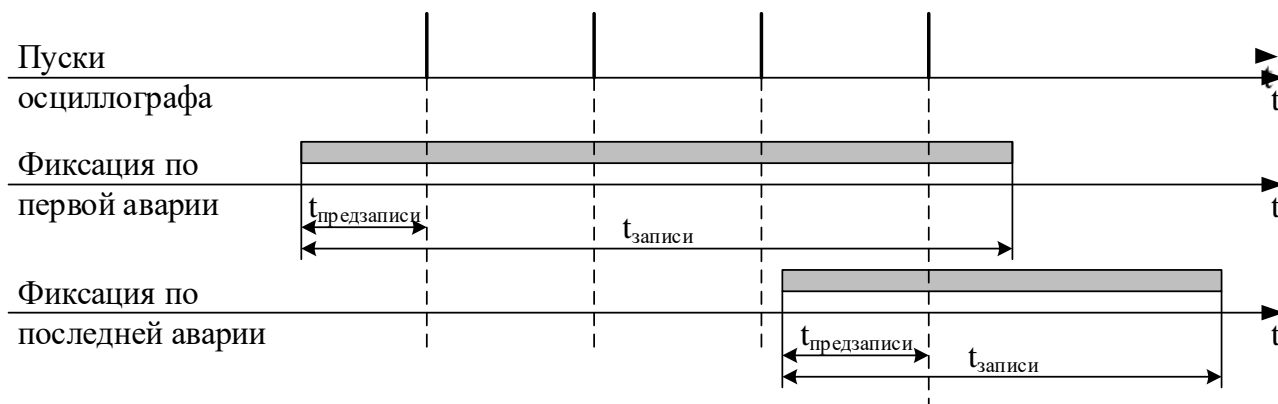

Рисунок 6.2 – Пояснения к значениям параметра «Фиксация»
- «Первой» (т.е. по 1-ой аварии), рисунок 6.2);
- «По посл.» (т.е. по последней аварии) (рисунок 6.2).